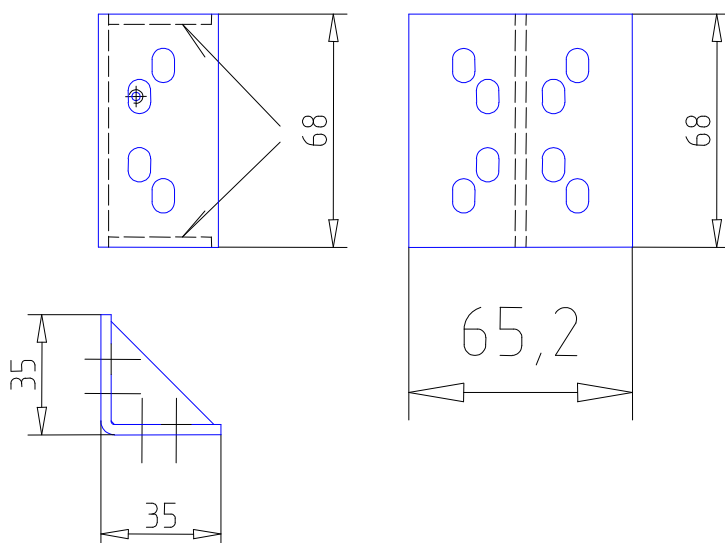

Рисунок 3.7 – Батарейный стеллаж Штиль MBS-02. Опора (переходник для вертикального масштабирования стеллажей)
4.1 Закрепить винтами М6*16 опоры (рисунок 3.7) на стойках изделия (рисунки 3.4, 3.5).